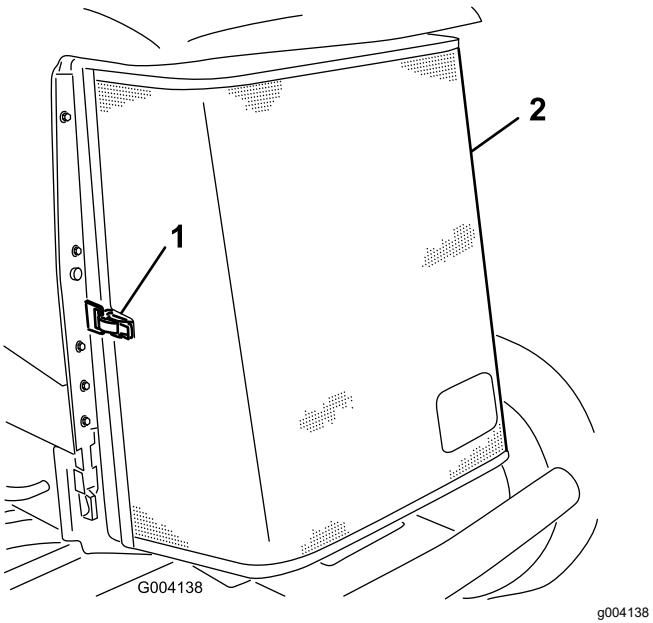

Рисунок 85
3. Откройте защелку и откиньте заднюю решетку (Рисунок 85).